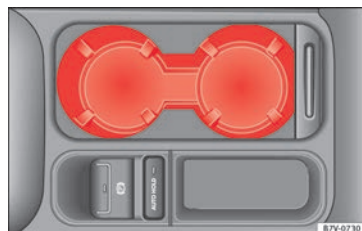

Fig. 188 Consola central delantera: portabebidas.
- Para *abrir*, desplazar la cubierta hacia atrás » **fig. 188.**